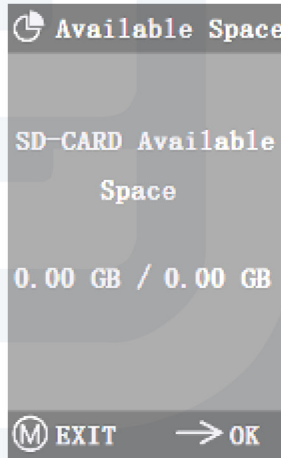

Figure 5-16
- Si "0.00 Gb /0.00 Gb" s'affiche (voir Figure 5-16), cela signifie que la micro carte SD n'a pas été montée correctement, veuillez essayer de la réinsérer